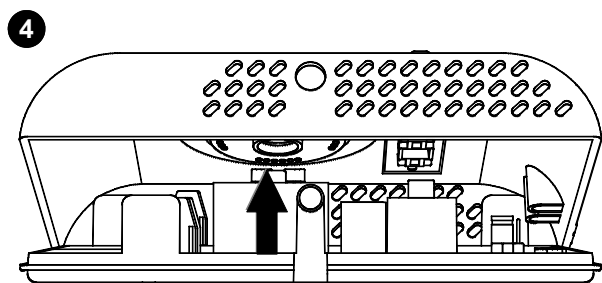

Fig. 5 - Abb. 5
2. Posicionar los interruptores de corredera como se indica en el ejemplo de Fig. 6 (**B**). De este modo el campo de rotación estará reducido como en el arco indicado en **F** de Fig. 5.
- 4 Tourner la calotte en exerçant une légère pression jusqu'à l'extraire complètement (Fig. 5).
2. Positionner les cavaliers mécaniques comme indiqué dans l'exemple de la Fig. 6 (E). De cette façon, le champ de rotation est réduit comme dans l'arc indiqué au point F de la Fig. 5.
- 4 Drehen Sie nun den Deckel nach oben, um diesen vollständig zu entfernen (Abb. 5).
Mit Hilfe der Pins schränken Sie den Drehwinkel des Knopfes ein, wie in Abb. 5 dargestellt.